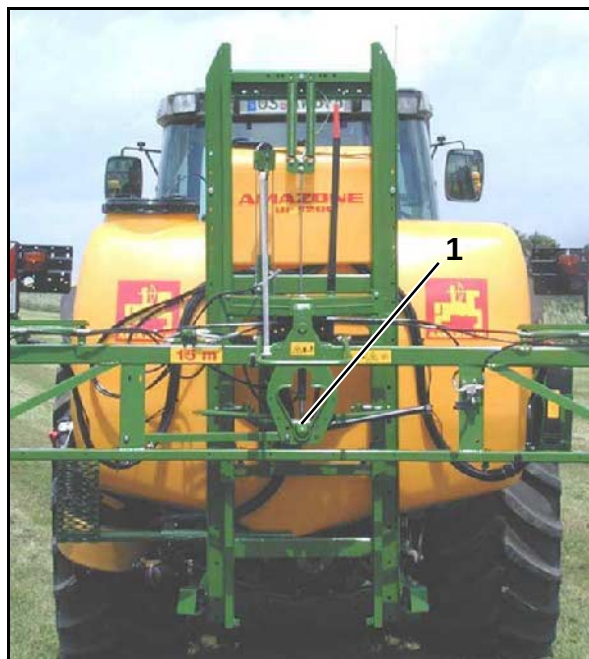
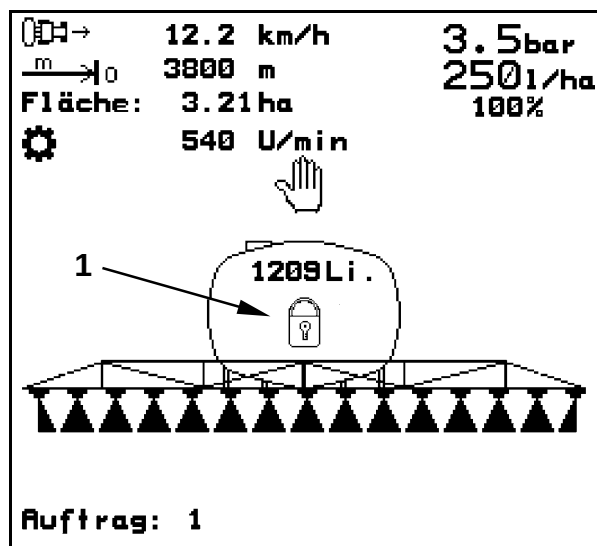

Fig. 109
Fig. 110
Verrouiller l'amortissement tri-dimensionnel (Fig. 109/1)
- L'amortissement tri-dimensionnel est verrouillé (Fig. 109/1), lorsque le symbole du cadenas fermé (Fig. 110/1) s'affiche sur l'écran du **AMATRON+**.
Lorsque l'amortissement tri-dimensionnel est déverrouillé, **AMATRON+** le symbole du cadenas fermé s'affiche à l'écran du (Fig. 110/1).